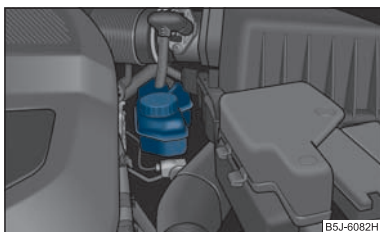

Abb. 139 Motorraum: Bremsflüssigkeitsbehälter
- Prüfen Sie den Bremsflüssigkeitsstand am Behälter ⇒ Abb. 139. Der Stand muss zwischen den Markierungen „MIN“ und „MAX“ liegen.